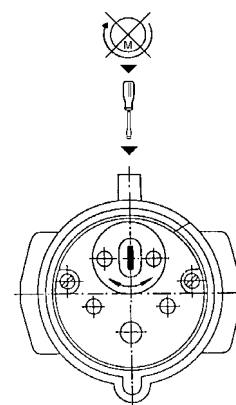

Рис. 3
- В этом случае необходимо отверткой нажать на **переключатель фаз** в штекере CEE и повернуть его на 180° (рис. 3).